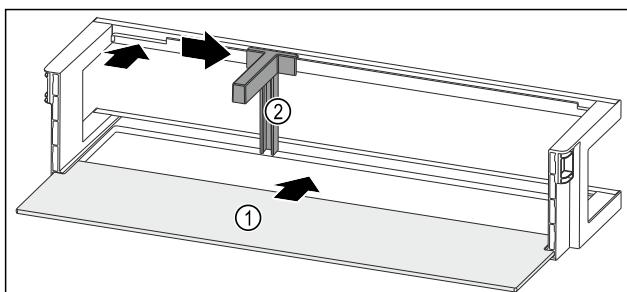

Fig. 95 Дверная полка со съемной полкой
- ▶ Вдвиньте съемную полку Fig. 95 (1) в боковые пазы.
- ▶ Установите держатель для бутылок Fig. 95 (2) в выемку.
- ▶ Сместите держатель для бутылок Fig. 95 (2) в нужное положение в сторону.